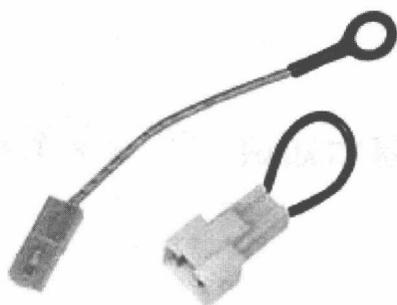

图 1-2 易熔线
② 易熔线 易熔线如图 1-2 所示,被保护线路的工作电流往往较大,比熔丝粗一些,